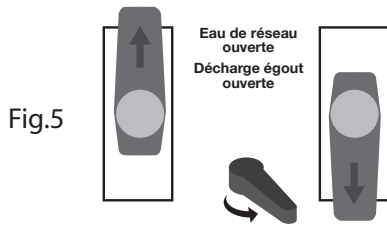

Fig.5
- 3) Positionner les vannes et l'inverseur de flux comme indiqué sur la figure 5. Ouvrir le robinet d'arrivée de l'eau propre et actionner la pompe.